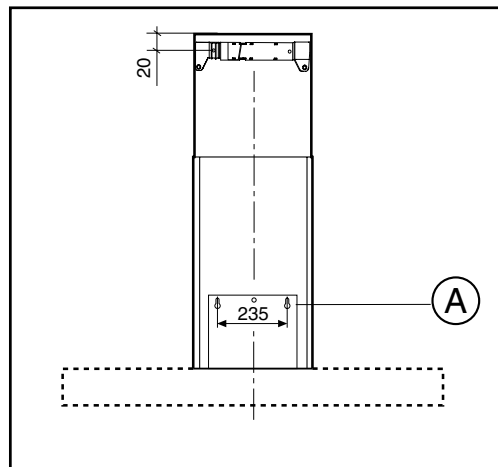
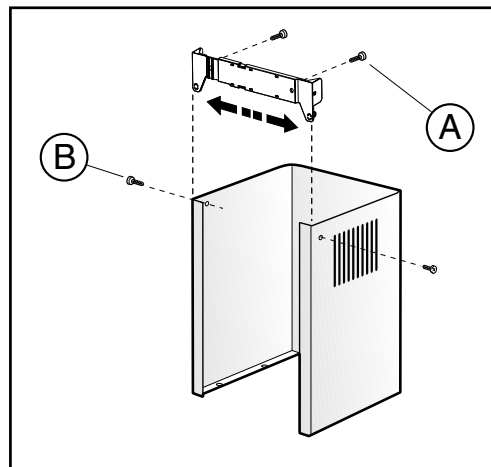
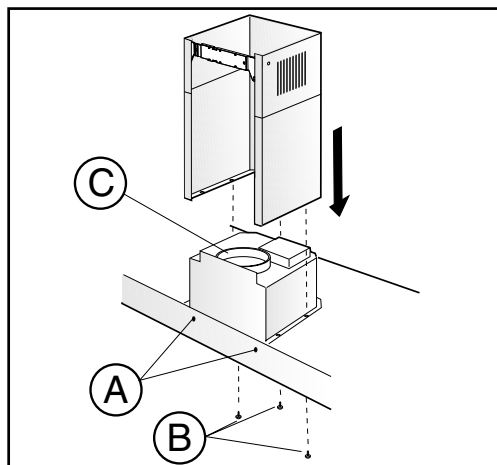

Fig.2
Fig.3
Fig.4
Percez des trous dans le mur en respectant les cotes indiquées (repère A, Fig. 2). Fixez l'appareil au mur et alignez-le dans la position horizontale avec les éléments de cuisines. Cette opération terminée, fixez la hotte définitivement au moyen des 2 vis (repère A, Fig. 4). Utilisez des vis et des chevilles à expansion correspondants au type de mur (par exemple béton armé, placoplâtre, etc.).
-Si votre hotte est installé en mode évacuation ou installé avec un moteur extérieur, prévoyez le trou de l'évacuation de l'air. Réglez d'abord la largeur de la bride de support de la cheminée supérieure (Fig.3), ensuite fixez-la au plafond au moyen des vis (repère A, Fig.3), de manière à ce qu'elle soit dans l'axe de votre hotte, tout en respectant la distance par rapport au plafond indiquée sur la Fig.2.
- Raccordez la buse C (fig. 4) au tuyau d'évacuation (Fig.4).
- Fixez la cheminée inférieure à la hotte au moyen des vis **B** (Fig.4), positionnez la cheminée supérieure jusqu'à la bride de support et fixez-la au moyen des vis **B** (Fig.3).